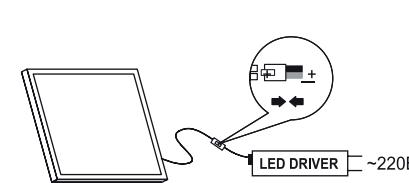

Рис. 1
3. Вставьте разъем панели в разъем драйвера LD-40 (поставляется отдельно) (Рис. 1).